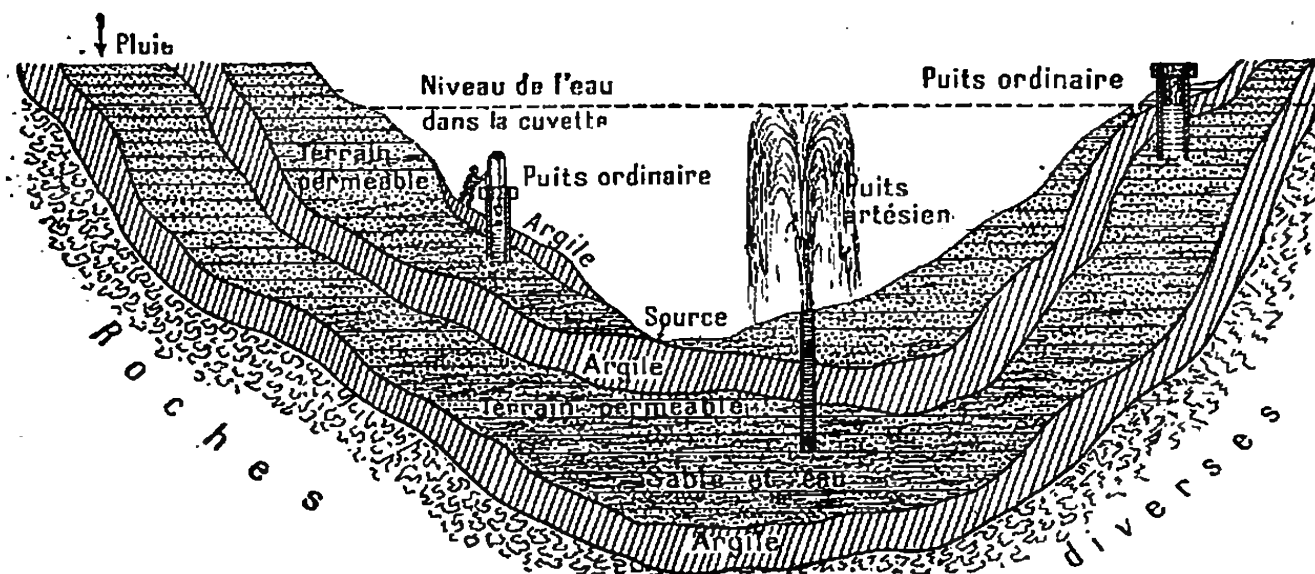

Fig. 39. — Coupe d'un terrain montrant comment l'eau se comporte dans les puits ordinaires et les puits artésiens.
3. Sources et puits. — Lorsqu'on examine une carrière, une tranchée de chemin de fer, on voit que le **sous-sol** est formé de couches de terrain placées les unes au-dessus des autres. Les unes se laissent facilement traverser par l'eau, on les appelle couches **perméables**; les autres, au contraire, s'opposent au passage de l'eau, on les appelle couches **imperméables**. — Lorsque la pluie tombe, une partie ruisselle à la surface du sol, et forme les torrents et les rivières. C'est l'eau de ruissellement. Mais la plus grande partie, l'eau d'infiltration, pénètre dans le sol et s'y enfonce jusqu'à ce qu'elle rencontre une couche de terrain *imperméable*. Si cette couche est inclinée, l'eau en suit la pente et peut arriver dans la vallée à la surface du sol, où elle jaillit en source. Sinon, elle forme sur la couche de terrain *imperméable* une *nappé d'eau souterraine* (fig. 39).
Lorsqu'on creuse un trou dans un terrain contenant une *nappe d'eau*, on obtient un *puits* (fig. 39). On doit éviter de creuser les puits dans le voisinage des lieux d'aisances et des fosses à purin, car l'eau peut être empoisonnée par les liquides qui en proviennent.
Si donc, dans une plaine ou une vallée, on *fore*¹ un trou qui traverse la couche d'argile supérieure, l'eau montera dans ce puits ou même en jaillira en *jet d'eau*. C'est une application du principe des *vases communicants*. Les puits de ce genre sont appelés **puits artésiens** (fig. 39) parce que les premiers ont été creusés dans l'Artois.